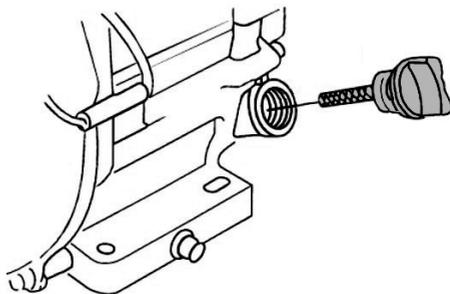

Рис. 11 Крышка-щуп маслосливной горловины
2. Открутите крышку-щуп маслосливной горловины и извлеките щуп (Рис. 11).
2. Выкрутите крышку-щуп маслозаливной горловины и извлеките щуп (Рис. 11).